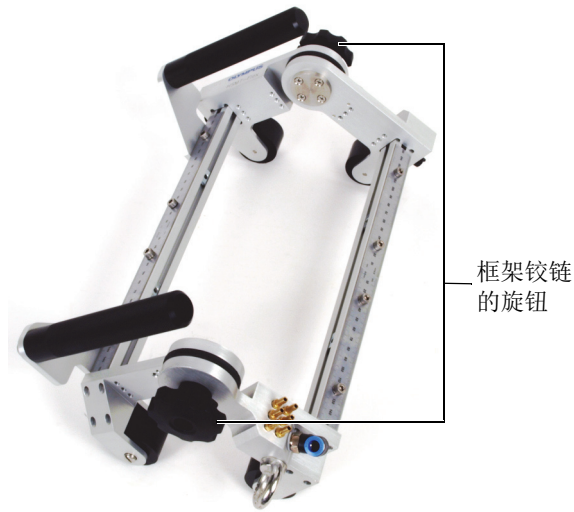

图 2-1 框架角度的调整
1. 拧松两个框架铰链上的旋钮（参见第36页的图 2-1）。